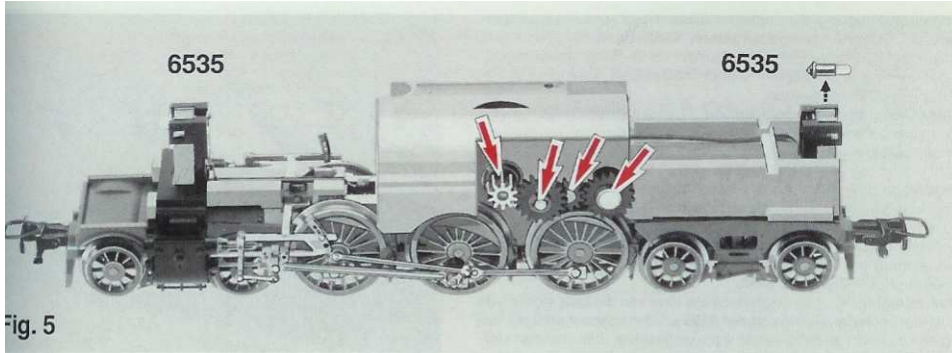

Fig. 5
men. Einbau erfolgt in umgekehrter Reihenfolge (Fig. 5).
**Light bulbs:** Gently push to the rear, and remove the bulb upwards. Installation in the opposite order (fig. 5). **Spare bulb: 6535**.
**Lampjes verwisselen:** Het contact voorzichtig naar achteren buigen. Lampjes uit de houder nemen. Nieuw lampje in omgekeerde volgorde erin (fig. 5). **Reservegloeilampje: 6535.**